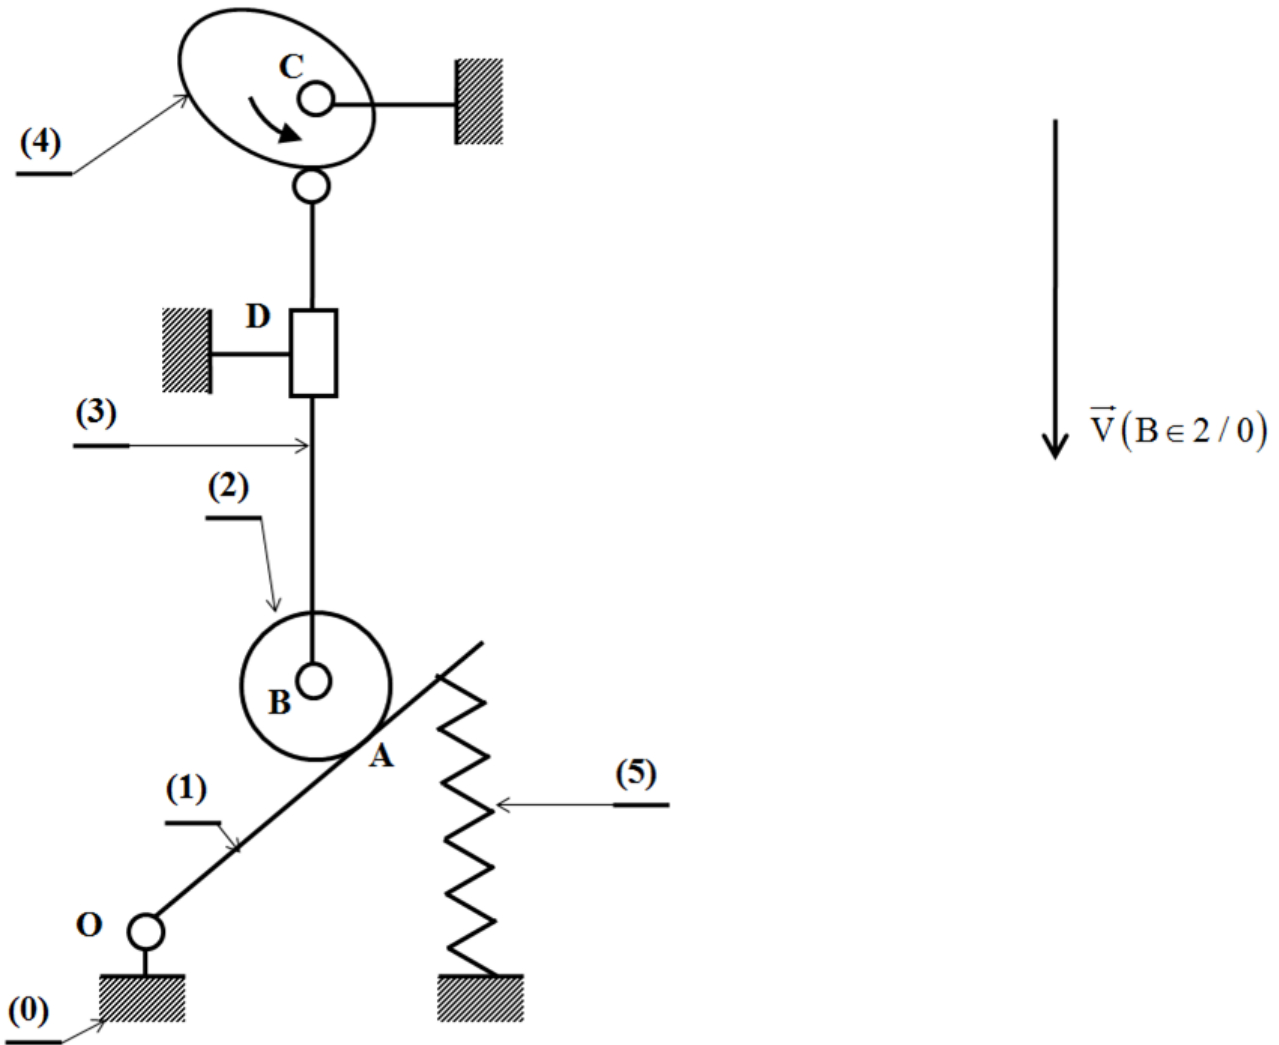

FIGURE 4 -
- 9) Effectuer les tracés graphiques sur la figure 4 qui permettent de déterminer les normes suivantes : $\|\vec{V}(B \in 1/0)\|$ et $\|\vec{V}(B \in 2/1)\|$.